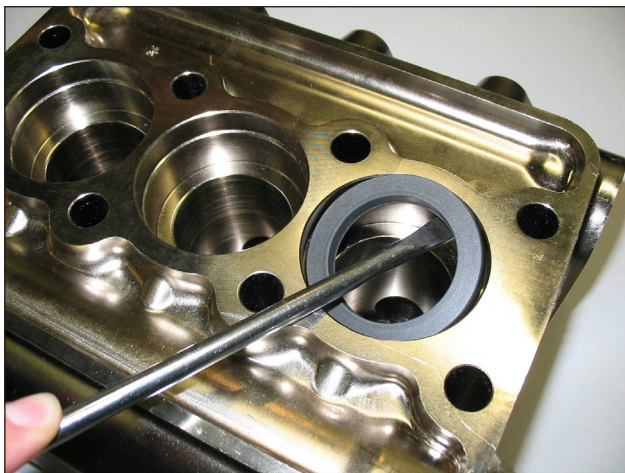

Fig. 21
C) Extraer las juntas de alta presión del cabezal y aquella de baja presión del correspondiente soporte utilizando herramientas simples como se indica en Fig. 21, pos. ⑤, prestando atención de no dañar las correspondientes sedes.